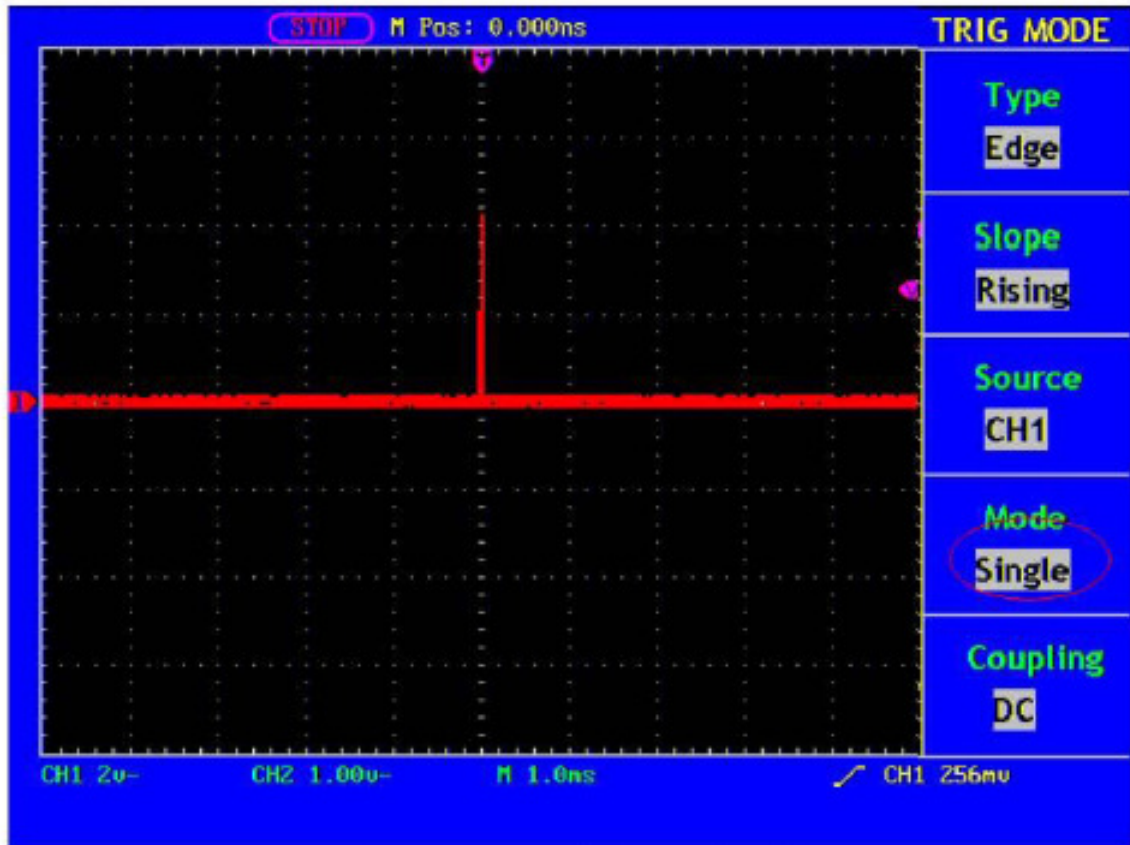

Abb. 60 Einzelsignal aufzeichnen
10. Wenn die Triggerstatusanzeige am oberen Bildschirmrand nicht **Ready** ist, drücken Sie die Taste **RUN/STOP**, starten Sie **Acquire** und warten Sie auf das Erscheinen des zu den Triggerbedingungen konformen Signals. Wenn ein Signal den eingestellten Triggerpegel erreicht, wird eine Abtastung gemacht und dann auf dem Bildschirm ausgegeben. Mit dieser Funktion kann jedes zufällige Auftreten leicht aufgenommen werden. Um z.B. einen Impuls mit hoher Amplitude aufzunehmen, stellen Sie den Triggerpegel auf einen Wert etwas oberhalb des normalen Signalpegels ein, drücken dann die Taste **RUN/STOP** und warten ab. Tritt ein Impuls auf, wird das Gerät automatisch triggern und die Wellenform aufzeichnen, die im Zeitraum um die Triggerzeit erzeugt wurde. Drehen Sie den Einstellknopf **HORIZONTAL POSITION** im Horizontal-Bedienfeld, um die Horizontalposition der Triggerposition so zu verändern, dass eine negative Verzögerung entsteht, mit der Sie die Wellenform vor dem Impuls einfach beobachten können (siehe Abb. 60).